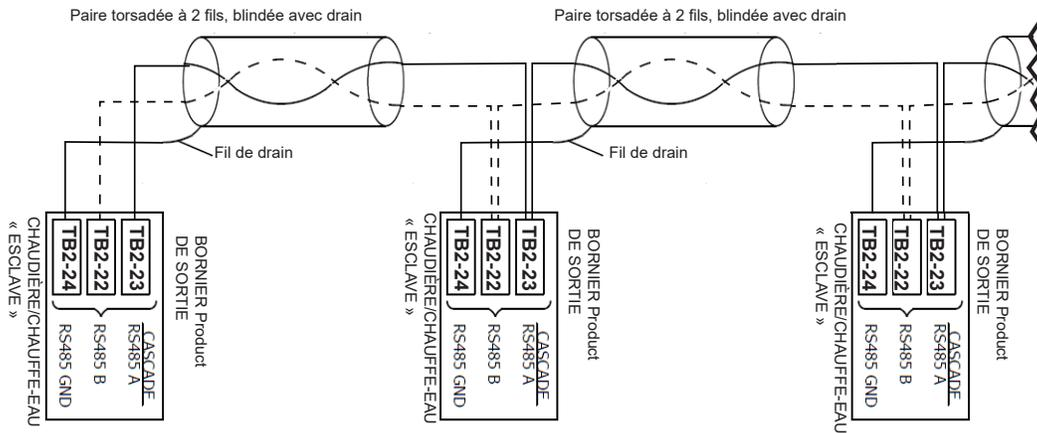

Figure 6. Câblage en cascade
La communication entre les appareils est assurée par une liaison RS485. Lors du câblage de ces appareils Product pour un fonctionnement en cascade, utiliser les bornes 22 (A), 23 (B) et 24 (GND) du bornier de sortie. Utiliser une paire torsadée à 2 fils, blindée avec drain (câble de communication) entre les appareils. Connecter une extrémité du câble à paire torsadée à la borne A (borne 23), et l'autre à la borne B (borne 22), et le fil de drain à la TERRE, (borne 24). Consulter la Figure 6 pour assistance. Connecter l'autre extrémité du câble à l'appareil Product suivant, en faisant correspondre les fils de l'appareil précédent, à l'exception de la TERRE. Raccorder le fil de masse à la terre à l'une seule extrémité du câble pour éviter les boucles de terre. Si plus de deux appareils Product sont installés en cascade, chaîner en série le câblage d'un appareil à l'autre, en veillant à ce que les câbles soient aussi courts que possible.